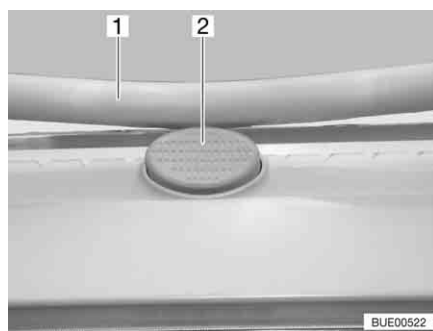

Bild 63 Låsknapp på Heki-takluckan
- Tryck på låsknappen (Bild 63,2) och dra ner bygel (Bild 63,1) med båda händerna.
- Tryck bygel uppåt med båda händerna tills bygel ligger ovanför låsknappen (Bild 63,2).